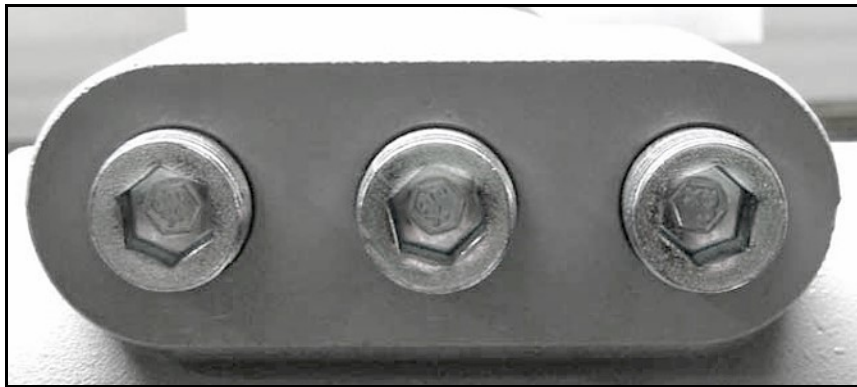
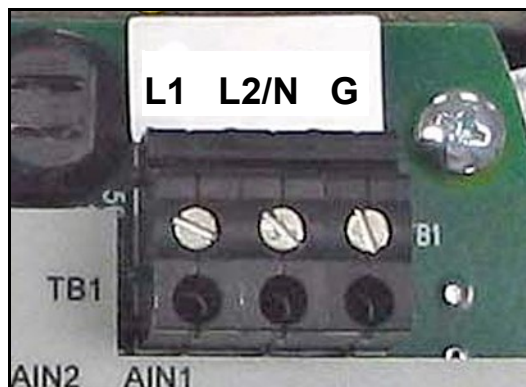
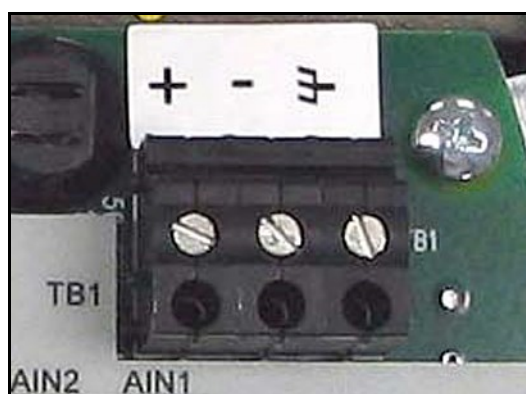

Abbildung 15: Kabeldurchführungen
Abbildung 16: Verdrahten der Netzstromversorgung
Abbildung 17: Verdrahten der Gleichstromversorgung
Hinweis: *Verwenden Sie eine Kabeldurchführung für das Netzkabel und die beiden verbleibenden Kabeldurchführungen für jegliche E/A-Kabel. Alle nicht verwendeten Kabeldurchführungen sind mit passenden Blindstopfen zu verschließen (siehe Abbildung 15 unten).*
Beachten Sie *Abbildung 16* oder *Abbildung 17* auf Seite 17, um die Stromversorgung wie folgt an die Klemmleiste **TBI** anzuschließen:
2. Führen Sie das Kabel durch eine der drei Kabeldurchführungen (siehe *Abbildung 15* oben) und schließen Sie die Litzen des Stromversorgungskabels an die Klemmleiste **TBI** an. Beachten Sie die in *Abbildung 30* auf Seite 28 und *Abbildung 16* oder *Abbildung 17* auf Seite 17 gezeigten Stiftbelegungen.
3. Fuhren Sie die Stromanschlusse zu der *Stromklemmleiste* wie oben in *Abbildung 16* (Netzstrom) oder *Abbildung 17* (Gleichstrom) gezeigt. Es wird empfohlen, fur die Stromanschlusse Drhte mit einem Querschnitt von 12 bis 18 AWG (3,3 bis 0,82 mm²) zu verwenden.
5. Fuhren Sie das Kabel durch den gewahlten Leitungseingang und schlieen Sie die Litzen des Stromversorgungskabels an die Klemmleiste **TB1** an. Beachten Sie die Nummern fur die Stiftbelegung in *Abbildung 31 auf Seite 29* und *Abbildung 16* oder *Abbildung 17* oben.